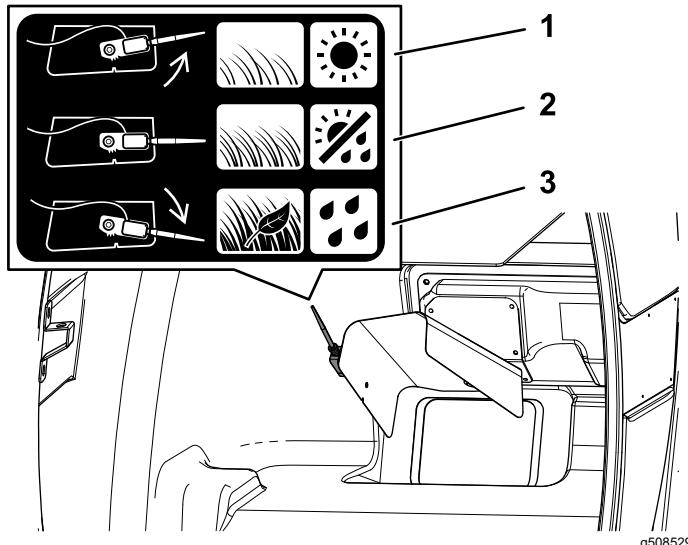

Figura 28
- Para condições de relva e condições atmosféricas normais, rode o sensor para a posição do meio (Figura 28).
- Para condições de relva molhada, densa, ao recolher folhas ou se a tremonha encher antes de o sensor ativar, rode o sensor para baixo (Figura 28).
- Para condições de relva seca e dispersa ou se a plataforma do cortador desengatar antes de tremonha encher, rode o sensor para cima (Figura 28).